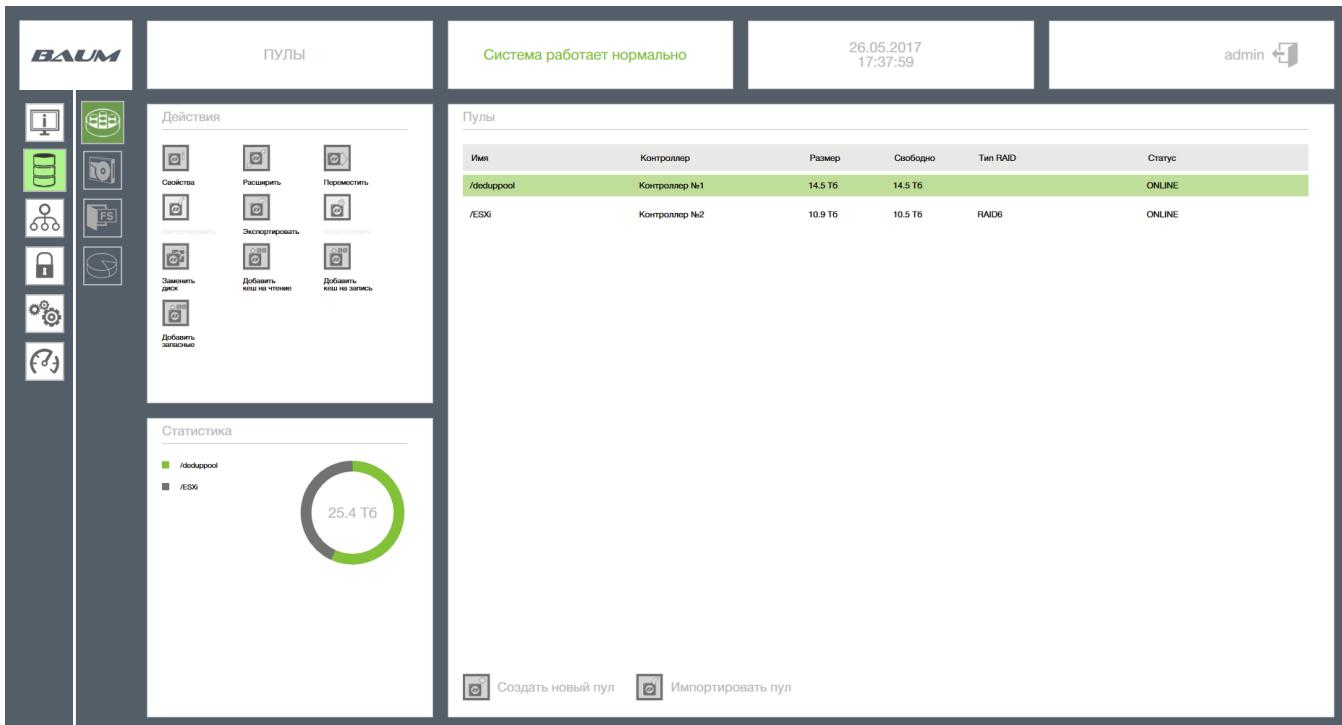

Рисунок 25 - Создание пула
- 1) Перейти на вкладку «Дисковое пространство» → «Пулы» (см. Рисунок 25).